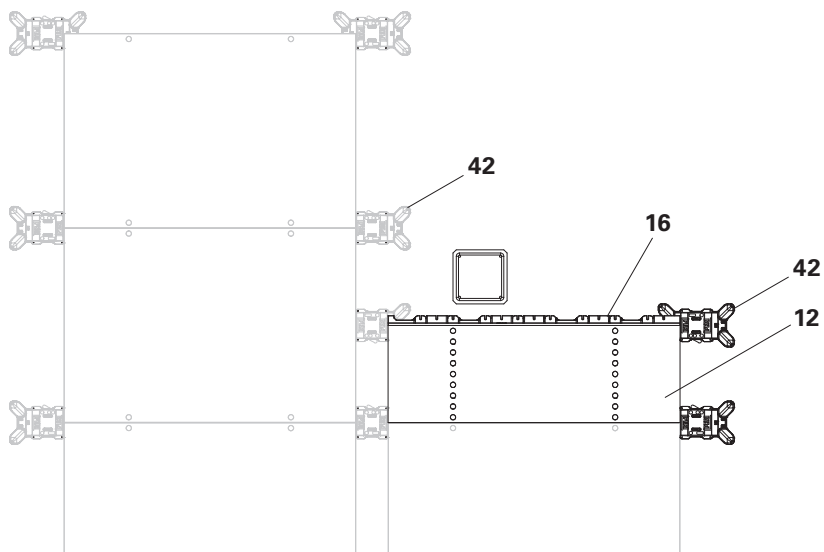
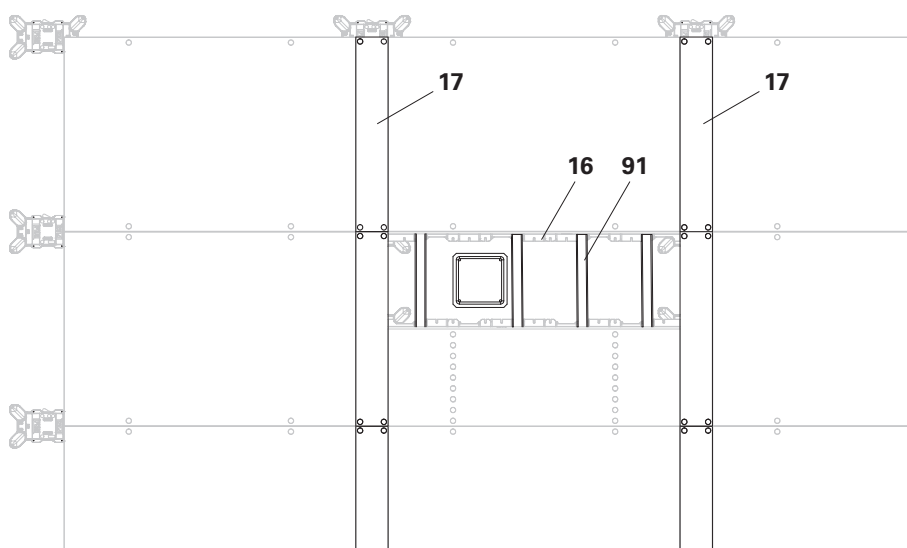

Fig. D3.10
Fig. D3.11
1. Monter des têtes pour bandes de décoffrage (42) à la place des têtes d'étais DFH.
2. Accrocher des panneaux avec support de compensation, des deux côtés, dans les zones de compensation, sur des étais à têtes pour bandes de décoffrage. (Fig. D3.10)
3. Monter des madriers (91), dans chaque position possible, dans le support de compensation 18 DFS (16).
5. Accrocher les bandes de compensation DFP (17) par en-haut dans les têtes pour bandes de décoffrage. (Fig. D3.11)